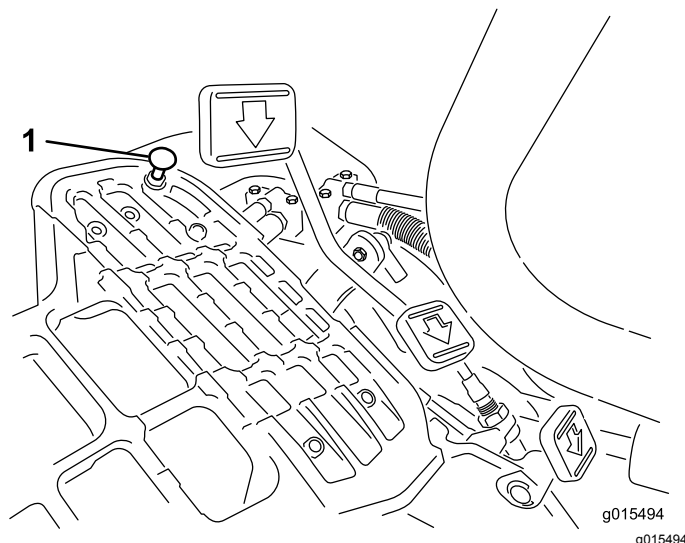

Bild 41
Stellen Sie den Funktionsschalthebel in die TRANSPORT-Stellung und treten Sie auf das Fahrpedal, um die maximale Transportgeschwindigkeit zu erreichen. Wenn das Pedal den Anschlag erreicht (Bild 41), bevor das Kabel gespannt ist, führen Sie folgende Einstellungsschritte aus:
1. Stellen Sie den Funktionsschalthebel in die TRANSPORT-Stellung. Lösen Sie die Sicherungsmutter, mit der der Pedalanschlag an der Bodenplatte befestigt ist (Bild 41).